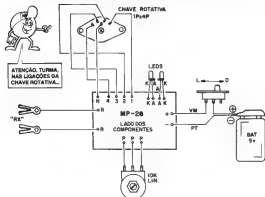

Fig.6
- FIG. 6 - AS CONEXÕES EXTERNAS À PLACA - O Circuito Impresso ainda é visto pelo lado não cobreado (porém "limpo" dos componentes "de superfície", para não "embarançar o visual"...). Os pontos que exigem a maior atenção: conexões da alimentação (cuidado com a polaridade, como sempre codificada pelas cores dos fios que provém do "clip" da bateria...), ligações dos dois LEDs (atenção à perfeita identificação dos seus terminais...) e - principalmente - a cabagem à chave rotativa (qualquer dúvida, o Leitor/Aluno deve retornar à fig. 3, observando com muito cuidado a identificação e "número" de cada terminal, principalmente se o "modelo real" da chave utilizada diferir um pouco do mostrado nas figuras...). Note que a cabagem às garrinhas "jucare" (conexões RX de medição...) pode ser um pouco mais longa de modo a facilitar a utilização do conjunto, porém os fios à chave rotativa, potenciômetro, bateria e chave geral, não devem ser muito longos, pois isso, além de tornar a montagem "desleigante", costuma gerar problemas de